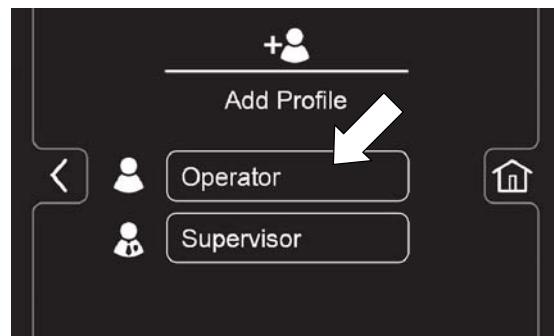

РИС. 142
-  Нажмите на кнопку "Оператор", если требуется добавить нового оператора (Рисунок 142).
Или нажмите на кнопку "Администратор", чтобы добавить дополнительного администратора (Рисунок 142).